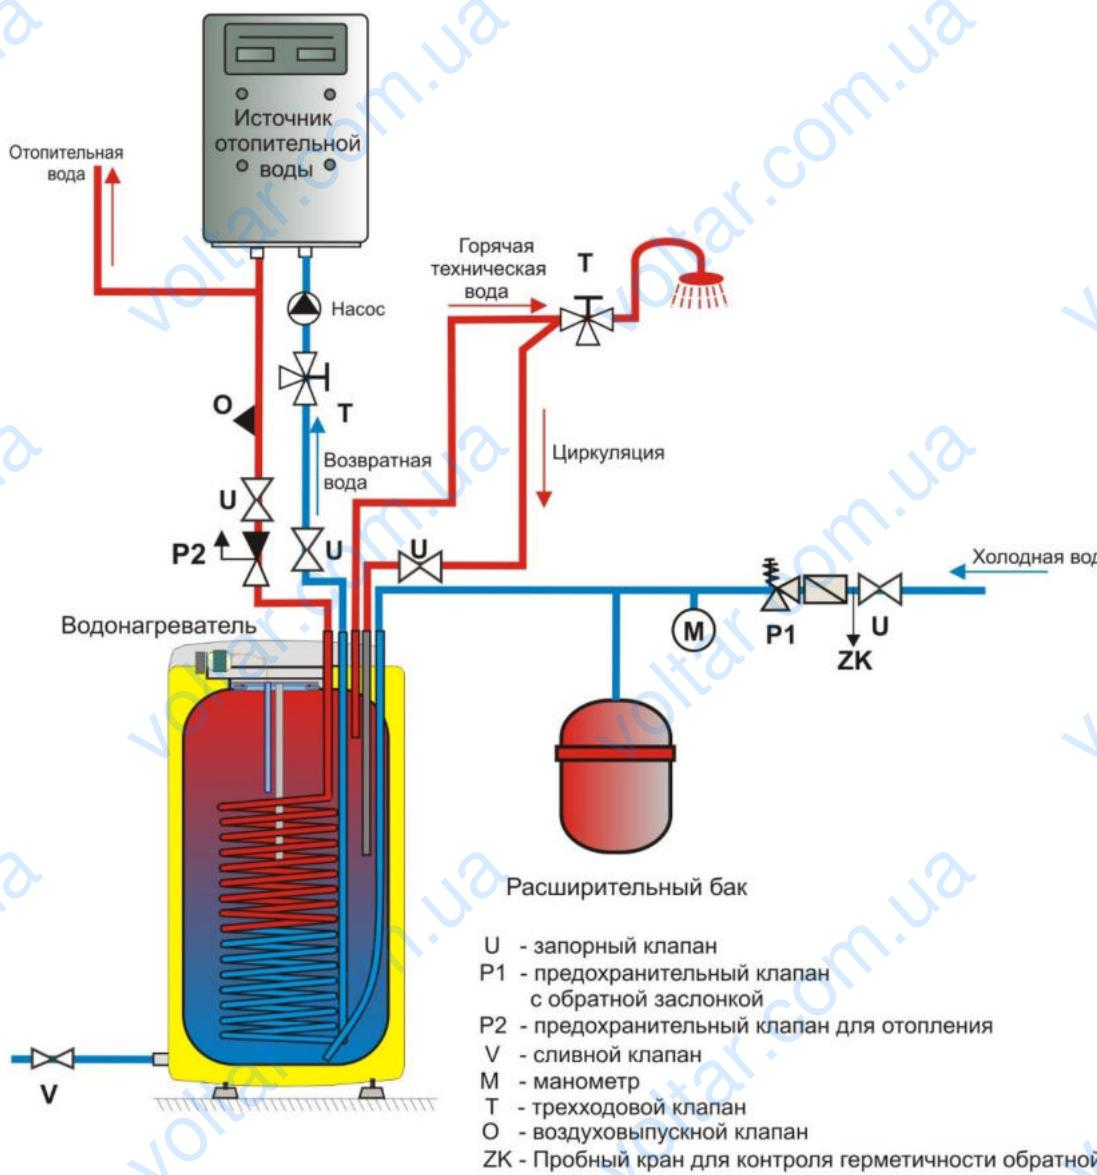
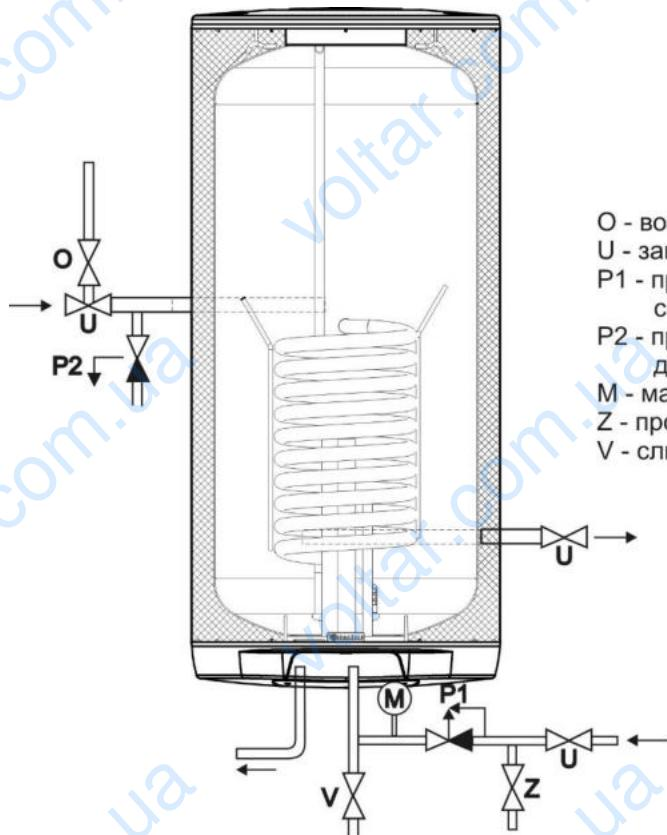

Рисунок 16
Рисунок 17
Перед монтажом следует проверить несущую способность стены и в зависимости от типа материала стены выбрать подходящий крепежный материал, при необходимости укрепить стену. Водонагреватель серии NTR/Z устанавливается только в вертикальном положении так, чтобы нижняя грань водонагревателя была расположена минимально в 600 мм над уровнем пола. У комбинированных водонагревателей перед подвешиванием на стене необходимо присоединить ко входам и выходам отопительной воды колена и их поворачиванием определить монтаж справа или слева (Рисунок 17). С учетом различных типов материала стены и широкого ассортимента специальных доступных на рынке крепежных материалов мы не снабжаем водонагреватели этими материалами. Систему крепления необходимо выбирать индивидуально, в соответствии с условиями. Рекомендуется поручить монтаж на стене и закрепление специализированной фирме или обсудить крепление со специалистом.
Подключение водонагревателей к водопроводу показано на (Рисунок 12, Рисунок 13, Рисунок 14, Рисунок 15, Рисунок 16, Рисунок 17). Для возможного отключения водонагревателя на входах и выходах воды необходимо смонтировать резьбовые соединения Ду 3/4". Если линия горячей воды оборудована циркуляционным контуром, подключается «обратка» к входу, обозначенному как ЦИРКУЛЯЦИЯ. Типы 100, 125, 160 NTR и 100, 125, 160 NTR / HV оснащены сливным выходом. У типа 200 и 250 NTR(R) на вход горячей воды необходимо установить Т-образную арматуру со сливным клапаном. Водонагреватель должен быть оборудован предохранительным клапаном. Предохранительный клапан устанавливается на впуске холодной воды, который обозначен синим кольцом. Рекомендуем как можно более короткую линию горячей воды, отводимой от водонагревателя, это уменьшит потери тепла. Водонагреватели должны быть оборудованы сливным клапаном на впуске холодной воды в водонагреватель для возможного демонтажа или ремонта.